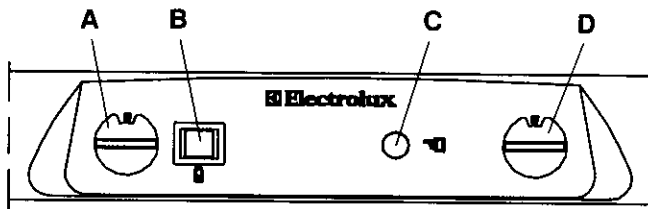

FIG. 1
Der Kühlschrank kann entweder mit 230 V, 12 V oder Flüssiggas betrieben werden. Die Betriebsart wird mit Hilfe der Bedienelemente an der Blende (FIG. 1), eingestellt.
Die Positionsnummern im Text beziehen sich auf Fig. 1.
Die positionsnummern beziehen sich auf Fig. 1. Ein Absorptionskühlgerät arbeitet völlig geräuschlos. Etwa eine Stunde nach dem Einschalten sollte das Tiefkühlfach kalt werden. Bis der Kühlschrank die normale Betriebstemperatur erreicht hat, dauert es einige Stunden. Man sollte also, wenn möglich, schon vor einer Reise das Gerät einschalten und gegebenenfalls vorgekühlte Lebensmittel einlagern.
1. Schalter (A) auf "OFF" stellen, (Fig. 1).